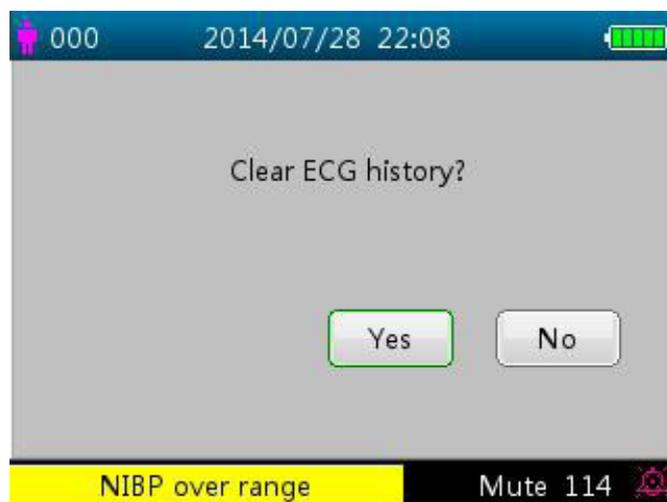

Figura 4.5 Eliminar historial ECG
- Presione prolongadamente la tecla OK ■, aparece una finestra di dialogo per la cancellazione delle registrazioni, come da figura 4.5, l'utente può eliminare tutta la cronologia dei dati dei tracciati ECG.